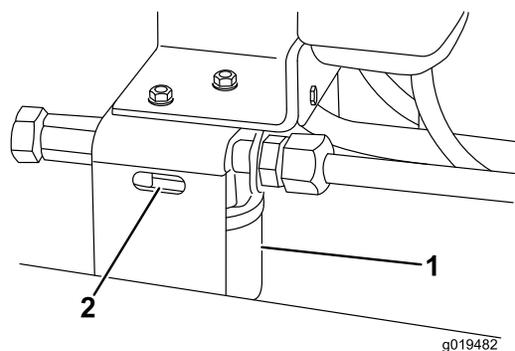

Figura 75
2. Limpe a área em torno da superfície de montagem do filtro. Coloque um recipiente por baixo do filtro e desmonte o filtro (Figura 75).